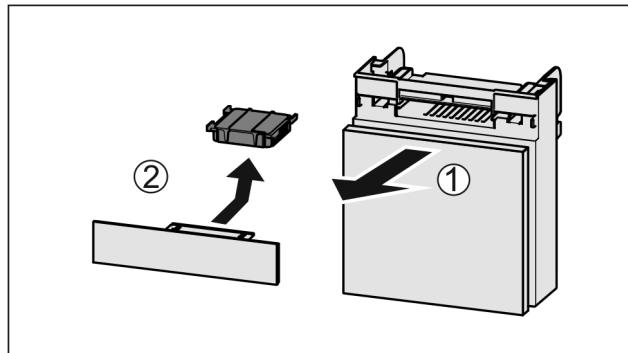

Fig. 134
- Fach nach vorne herausziehen Fig. 134 (1).
- Aktivkohlefilter entfernen Fig. 134 (2).